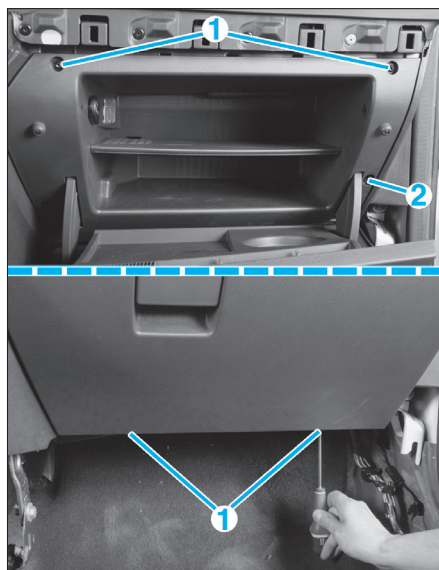

FIG. 9
- Déposer les vis de fixation (1) de la boîte à gants puis la retirée (fig. 9).